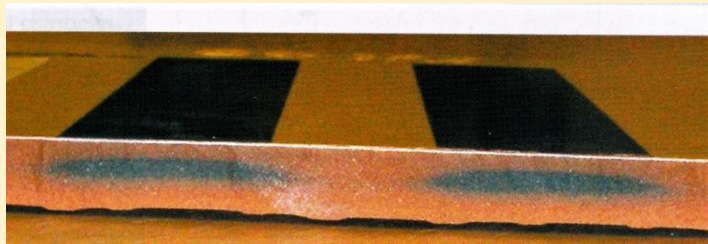

Figura 2. Baldosa con corazón negro provocado por plastones de serigrafía.
- Puede aparecer en zonas decoradas mediante plastones de tintas (figura 2) en las que se emplean polialcoholes como vehículo, ya que estos pueden ser absorbidos por el soporte aumentando su contenido en materia orgánica. Esto puede ocurrir en productos planos (por ejemplo baldosas) decoradas mediante serigrafía (\*).